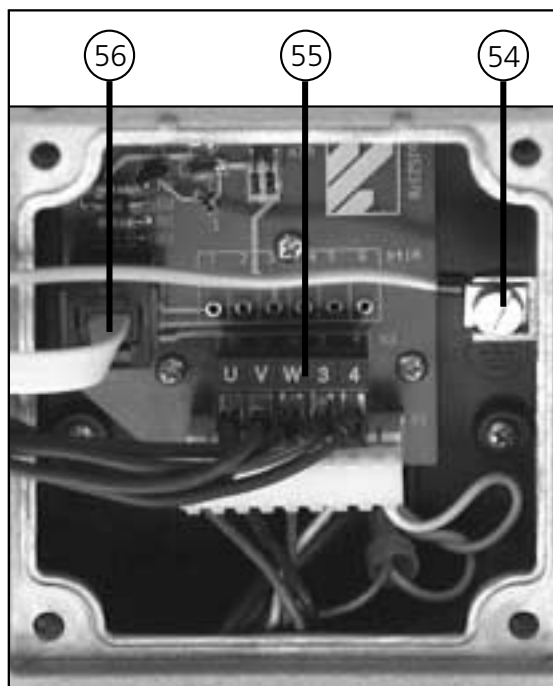

Abb. 9: Anschlüsse im Torantrieb
- Nehmen Sie die Anschlüsse im Torantrieb gemäß Abb. 9 vor.